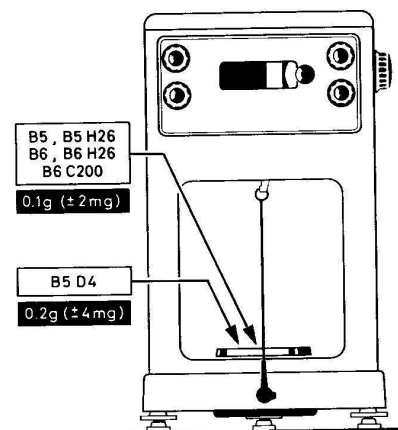

Fig. 30
- Load pan with check weight as per Fig. 30.
- Waagschale mit Prüfgewicht belasten gemäss Fig. 30.
- Poser le poids de contrôle sur le plateau selon fig. 30.